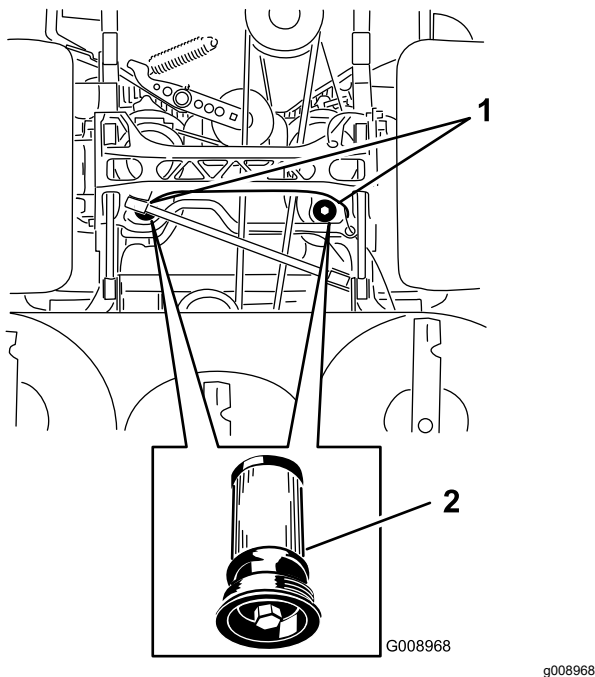

Figure 101
5. Placez un bac de vidange sous le filtre, retirez le filtre usagé et essuyez la surface (Figure 101).
6. Appliquez une fine couche de liquide hydraulique sur le joint en caoutchouc du filtre de rechange (Figure 101).